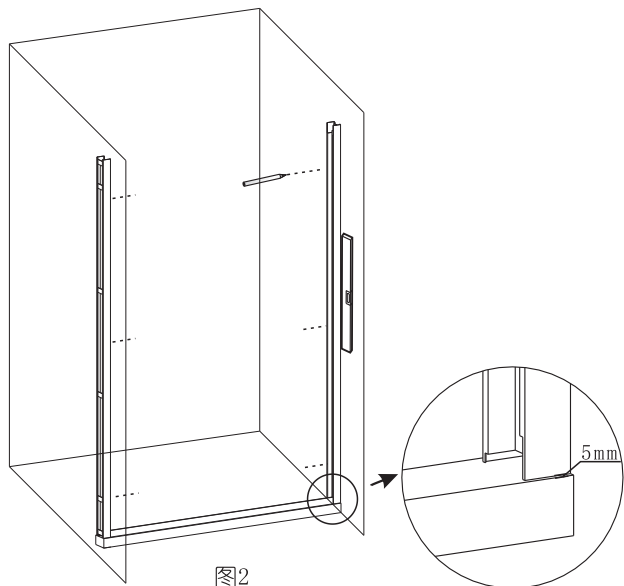

图2
3. 将“边柱型材”按图所示，放置于安装位置，在墙上需钻孔位置做好记号，然后在墙上钻好孔，敲入“膨胀胶粒”（如图2，2-1所示）。